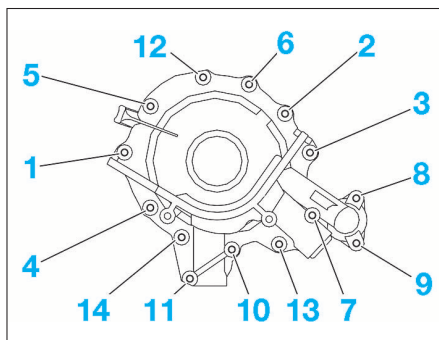

FIG. 43
- approcher puis serrer progressivement les vis de fixation de la pompe suivant l'ordre indiqué (1 à 14) (Fig.43).